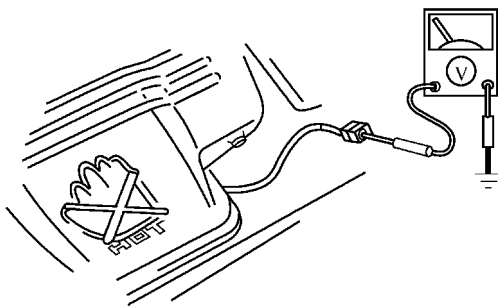

图 5-67 测量反馈电压
(2) 氧传感器反馈电压的检测 测量氧传感器反馈电压时, 应先拔下氧传感器线束插接器插头, 对照被测车型的电路图, 从氧传感器反馈电压输出端引出一条细导线, 然后插好插接器, 在发动机运转时从引出线上测量反馈电压, 如图 5-67 所示。